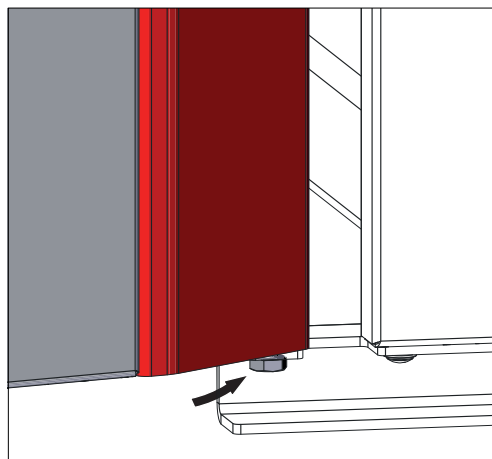

Fig. 78 Sechskantschraube zur Gänze eindrehen
- ▶ Sechskantschraube unten zur Gänze eindrehen und festziehen – Fig. 78.